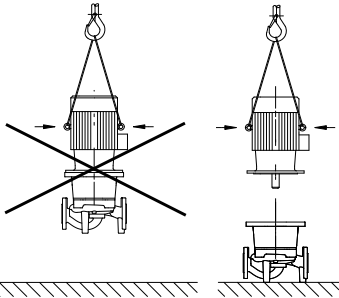

Fig. 6: Transporte del motor (esquema)
- Si se colocan argollas de transporte en el motor, estas sirven solo para el transporte del mismo, no para el transporte de toda la bomba (fig. 6).